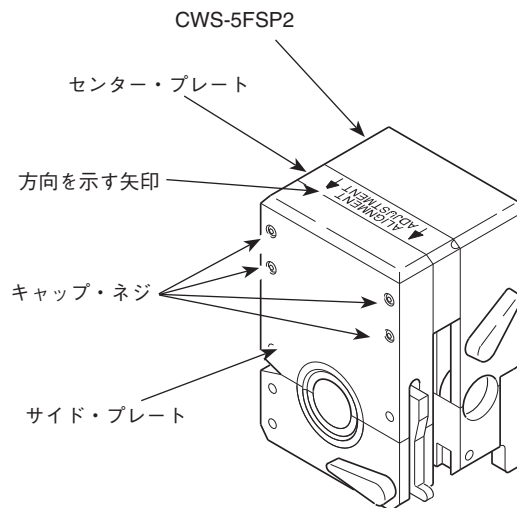

図 19：サイド・プレートを緩める
1. フィクスチャー・ブロックをひっくり返し、センター・プレート上の方向を示す矢印を見つけます。この矢印は、適切なサイド・プレートを指し示しています。図 19 をご参照ください。
2. 付属品の 3/32 インチ・サイズの六角レンチを使用して、適切なサイド・プレートのキャップ・ネジ4本を緩めて、サイド・プレートをセンター・プレートから少し離します。図 19 を参照して、適切なサイド・プレートを確認します。